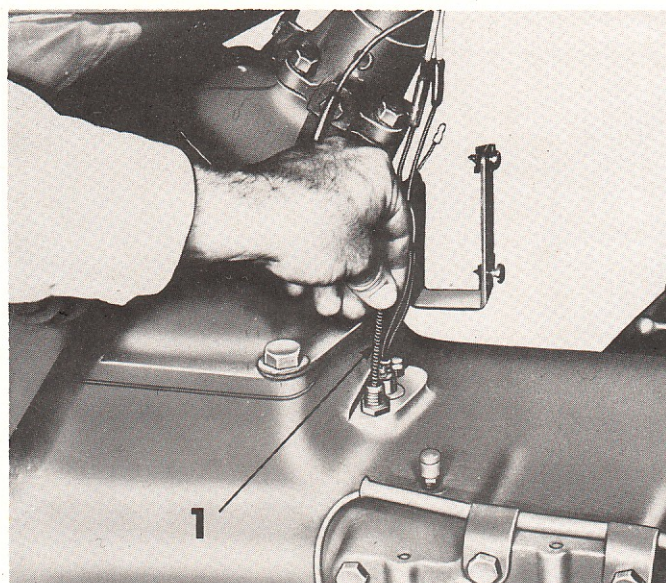

FIGURE 41 : Pose du câble inférieur de sélection — 1 = Câble inférieur de sélection.
4. Séparer le câble de sélection de sa roue et extraire le câble (Figure 41).
5. Introduire le câble de sélection dans la gaine et l'enfiler dans sa roue. Aligner le câble pour éliminer tout coincement, et bloquer le boulon de fixation de la gaine (Figure 41).